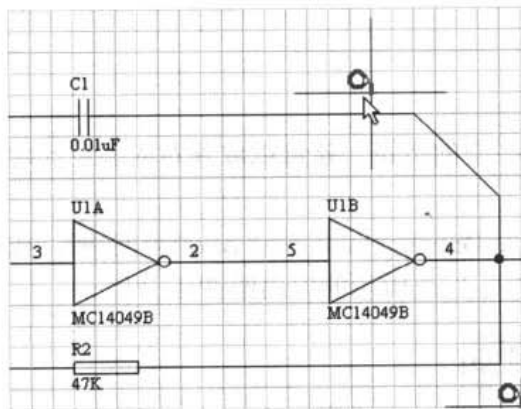

图 4-50 放置 PCB 布线指示
- (1) 执行菜单命令 Place|Directives|PCB Layout, 或用鼠标左键单击电路绘图工具栏 PlacePCBLayoutDirectives 按钮 , 或按下 Alt+P+I+P 键, 系统即进入放置 PCB 布线指示命令状态。
- (2) 命令执行后, 光标由箭头变成了十字光标并带上了浮动的 PCB 布线指示符号, 如图 4-50 所示。移动光标到适当位置, 单击鼠标左键或按下 Enter 键, 即可放置一个 PCB 布线指示。